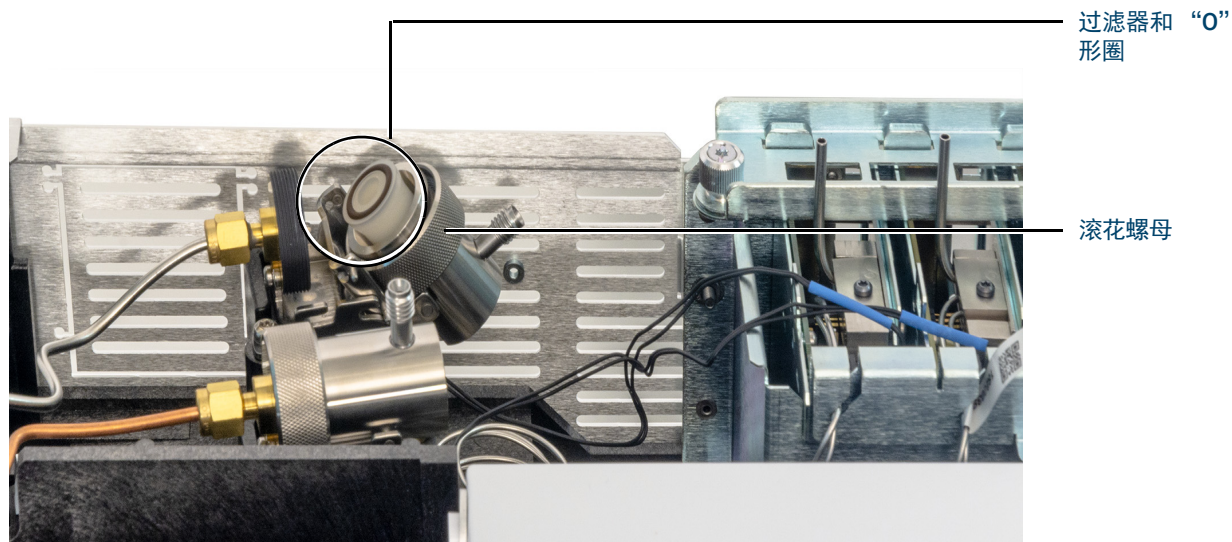

图 31. 滑动捕集阱组件，露出过滤器
- 5 将捕集阱组件从导向连接支架滑回并向上倾斜，露出过滤器，如图 31 中所示。